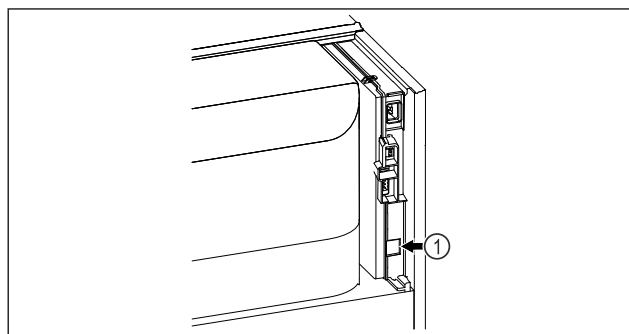

Fig. 143
- Le SmartModule Fig. 143 (1) est installé.